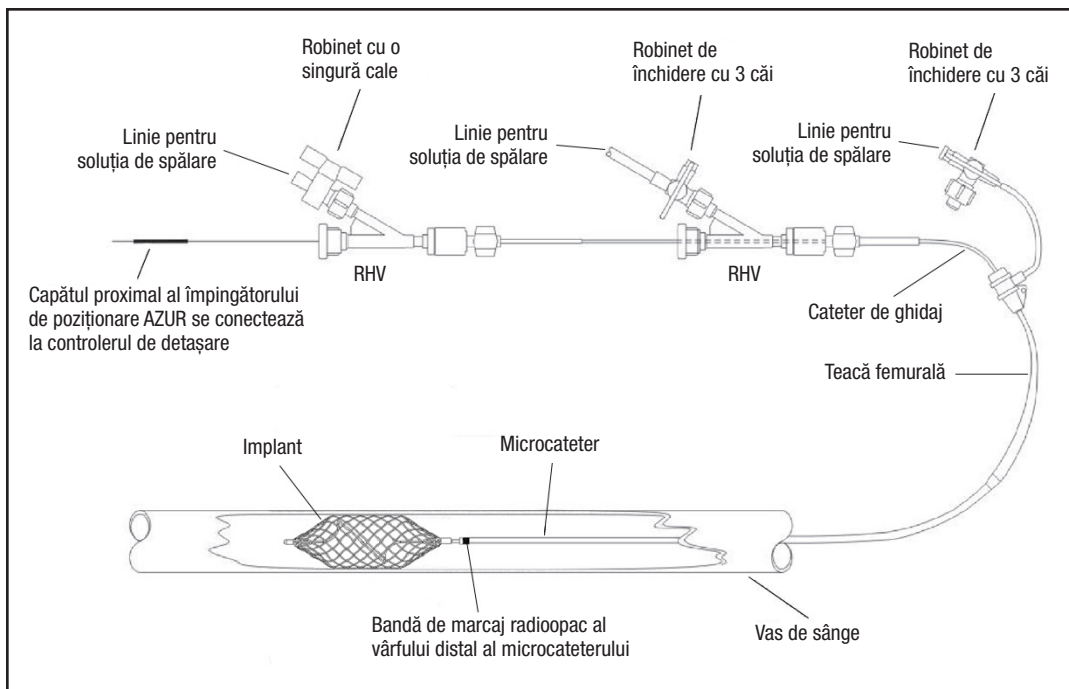

Figura 1 – Diagrama de configurare a sistemului AZUR
1. Consultați Figura 1 pentru diagrama de configurare.